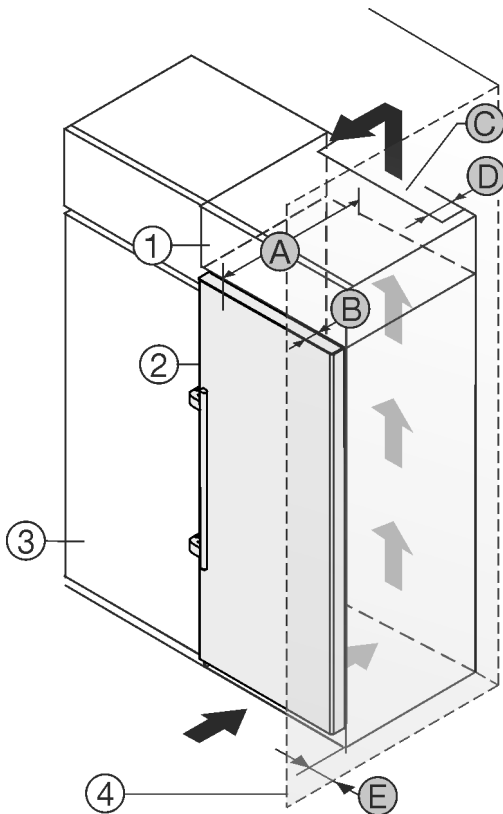

Fig. 2
- (A) Diepte apparaat *
U kunt het apparaat direct naast de keukenkast *Fig. 2 (3)* opstellen.*
Aan de achterzijde van de opzetkast moet een luchtafvoerkanaal met de diepte *Fig. 2 (D)* over de volledige breedte van de opzetkast aanwezig zijn.*
Onder het plafond moet de ventilatie doorsnede *Fig. 2 (C)* worden aangehouden.*
Als u het apparaat met de scharnieren naast een wand *Fig. 2 (4)* plaatst, moet de afstand tussen het apparaat en de wand minimaal 57 mm bedragen. Dit komt overeen met de uitsteekmaat van de handgreep bij geopende deur.*
Om de deuren volledig te kunnen openen, moet het apparaat overeenkomstig de deurdiepte *Fig. 2 (B)* ten opzichte van het keukenkastfront uitsteken. Afhankelijk van de diepte van de keukenkasten *Fig. 2 (3)* en het gebruik van de wandafstandshouders kan het apparaat verder uitsteken.*